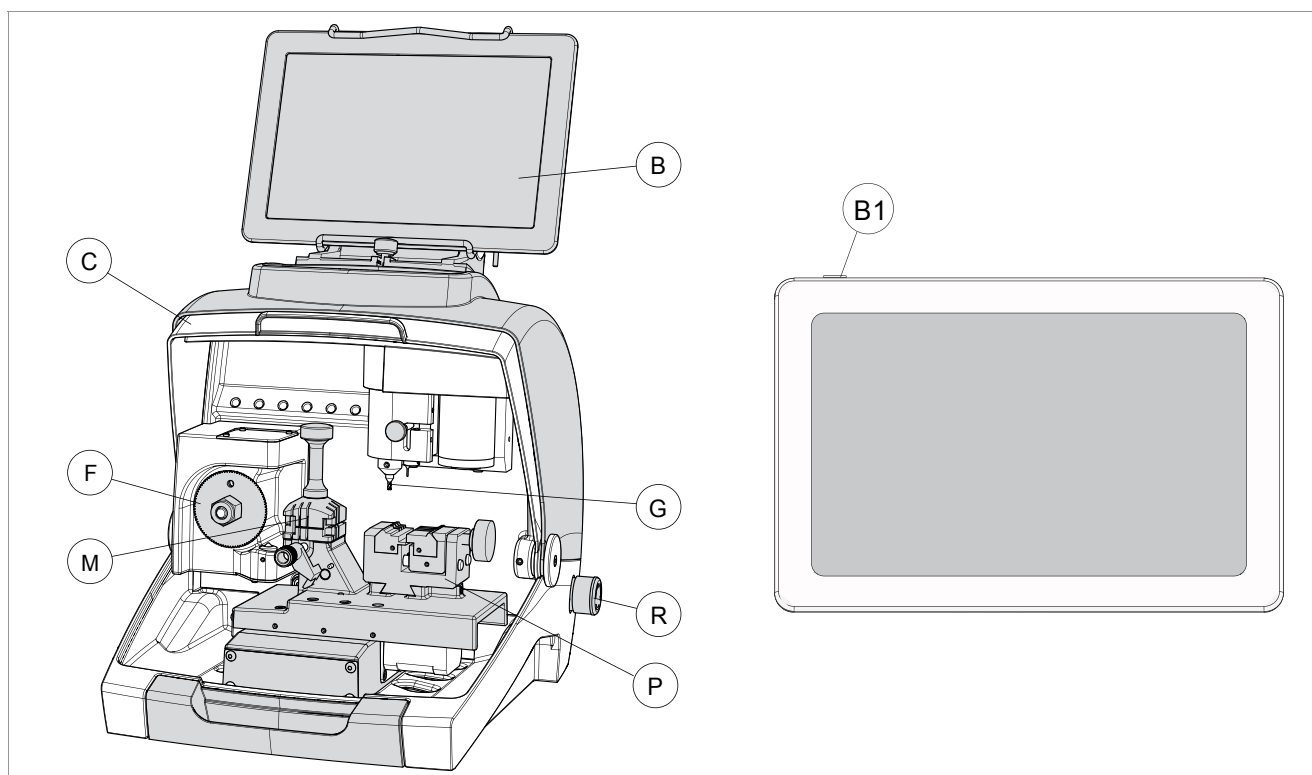

Fig. 22
- 2) Encender el tablet utilizando el botón correspondiente (B1) (Fig. 22) y mantenerlo presionado durante algunos segundos.